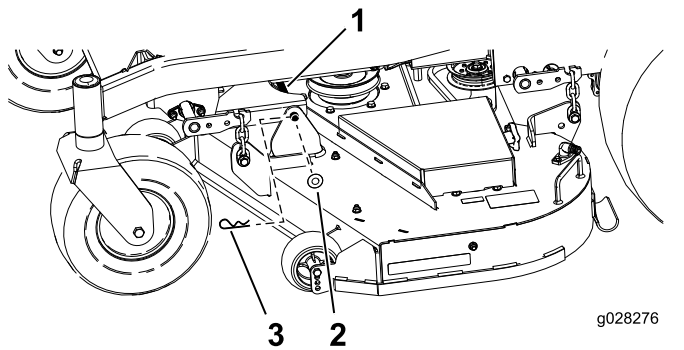

Figura 63
5. Retire la chaveta y la arandela que sujetan el pasador de enganche al bastidor y a la carcasa; retire el pasador de enganche (Figura 63).
9. Sujete el perno de enganche con las chavetas y las arandelas que retiró anteriormente (Figura 63).